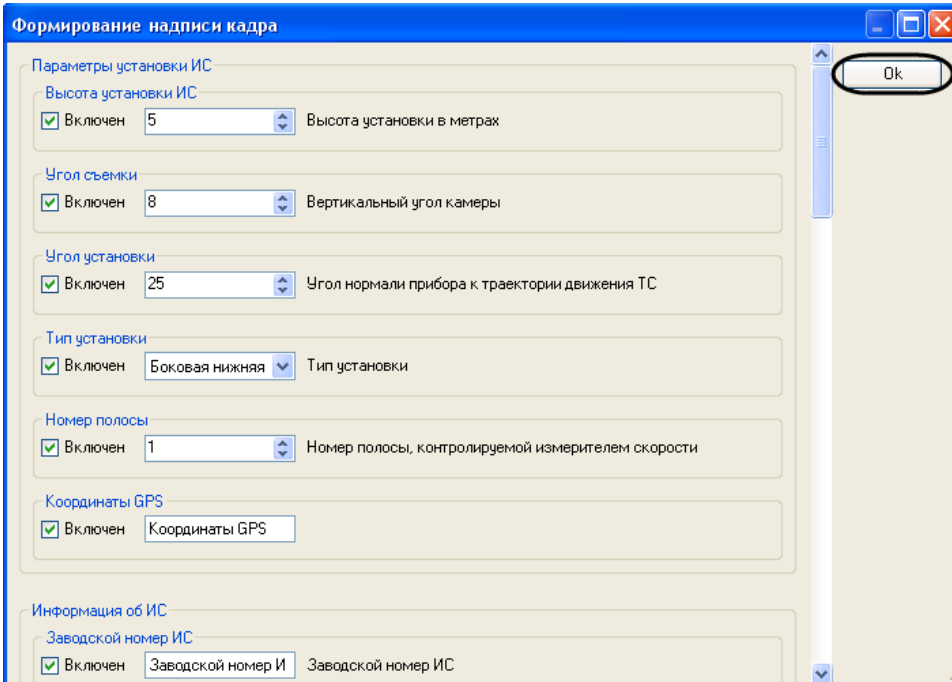

Рис. 7.2—14. Сохранение изменений в диалоговом окне «Формирование надписи кадра»
8. Для сохранения внесенных изменений и закрытия диалогового окна «Формирование надписи кадра» нажать кнопку «ОК» (Рис. 7.2—14).
Примечание. Для закрытия данного окна без сохранения изменений следует нажать кнопку «» (Рис. 7.2—14).